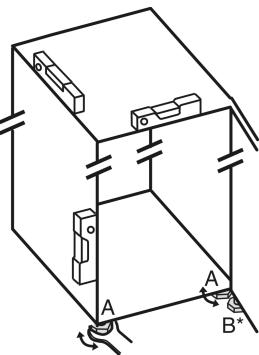

Fig. 5
- Zhvidhosini këmbëzat me rregullim Fig. 5 (A) me çelës fiso dhe me ndihmën e një niveli me ujë, derisa pajisja të jetë niveluar mirë.
- Zhvidhosni këmbëzat me rregullim Fig. 5 (B) në bazamentin mbështetës me çelësat fiso të përfshirë në paketim, derisa të jetë mbështetur mbi dysheme.
- Rrotulloni këmbëzën me rregullim Fig. 5 (B) me 90°.